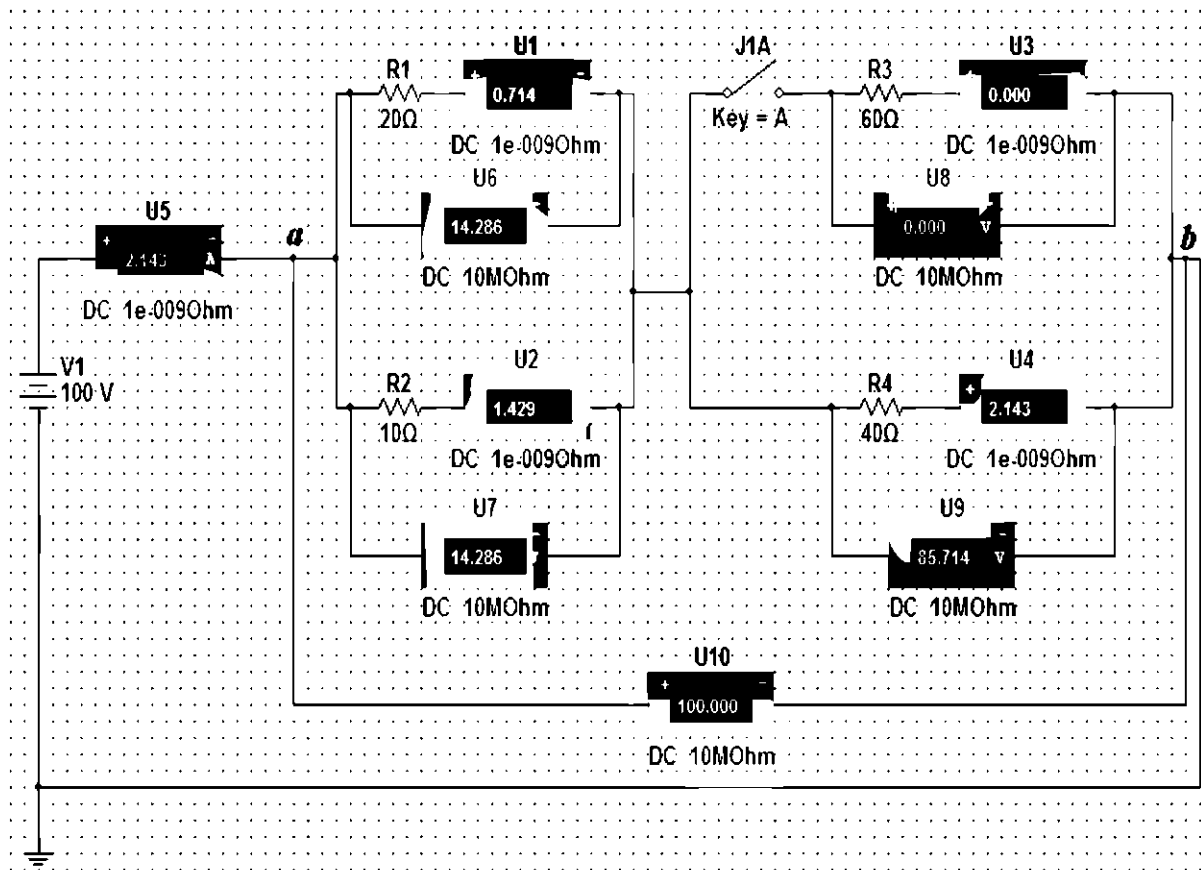

Рис. 1.6. Схема цепи
1. Собрать на рабочем поле экрана электрическую цепь постоянного тока (рис. 1.6) при разомкнутом ключе.